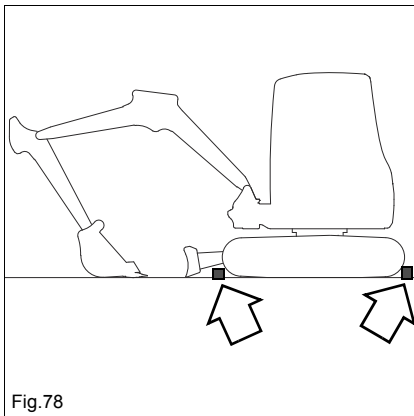

Fig.78
9. Colocar proteções por baixo das lagartas (p. ex. calços) como em Fig. 78.